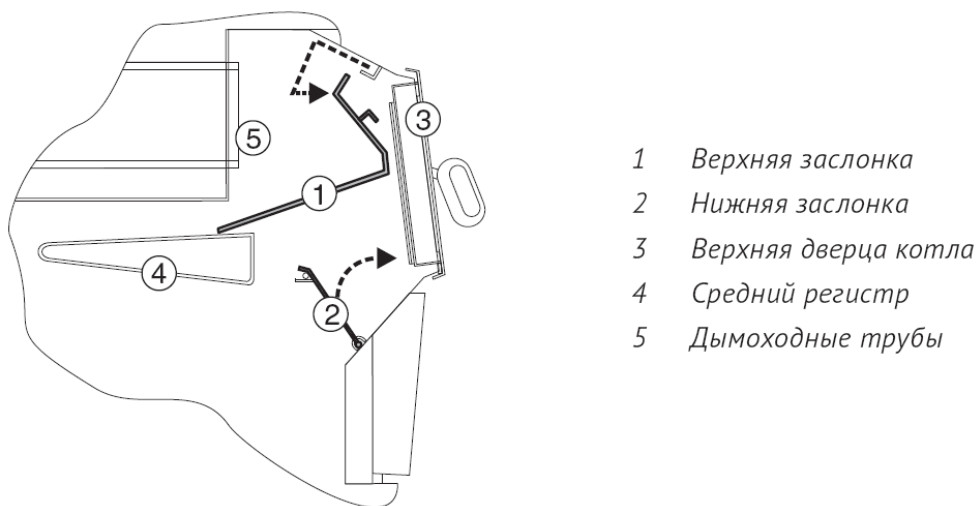

Рисунок 11. Снятие подвижных заслонок из камеры сгорания
Очистку регистра и дымоходных каналов осуществляют через верхнюю дверь. Для этого удалите верхнюю подвижную заслонку (1), расположенную между средним регистром и верхней частью двери (рис. 11). На задней стенке котла есть отверстие для очистки дымохода (рис. 1), чтобы его освободить снимите крышку и две гайки М8. До запуска котла необходимо снова установить подвижную заслонку (1) на свое место, закройте решетку на нижней двери и проверьте открытие/закрытие дверцы подачи воздуха на нижней двери котла.
Пространство под решеткой, камеру сгорания и дымоходные каналы необходимо чистить по мере необходимости. Очистка регистра и дымоходного канала осуществляется через верхнюю дверь (рис. 11) для чего необходимо удалить верхнюю подвижную заслонку (1), расположенную между средним регистром и верхней частью двери (рис. 11), и вынуть турбулизаторы из дымовых труб (рис. 17). До запуска котла нужно турбулизаторы и заслонку (1) вернуть на свои места. На задней стенке котла есть отверстие для очистки дымохода (рис. 1), чтобы его освободить снимите крышку и две гайки М8.
Минимум один раз в год необходимо котел полностью почистить и провести контроль работы горелки сервисной службой. Очистка регистра дымоходного канала производится через верхнюю дверь (рис. 11), для чего необходимо удалить верхнюю подвижную заслонку (1), расположенную между средним регистром и верхней частью двери (рис. 11), и вынуть турбулизаторы из дымовых труб. Перед запуском, турбулизаторы и заслонку (1) вернуть на место.